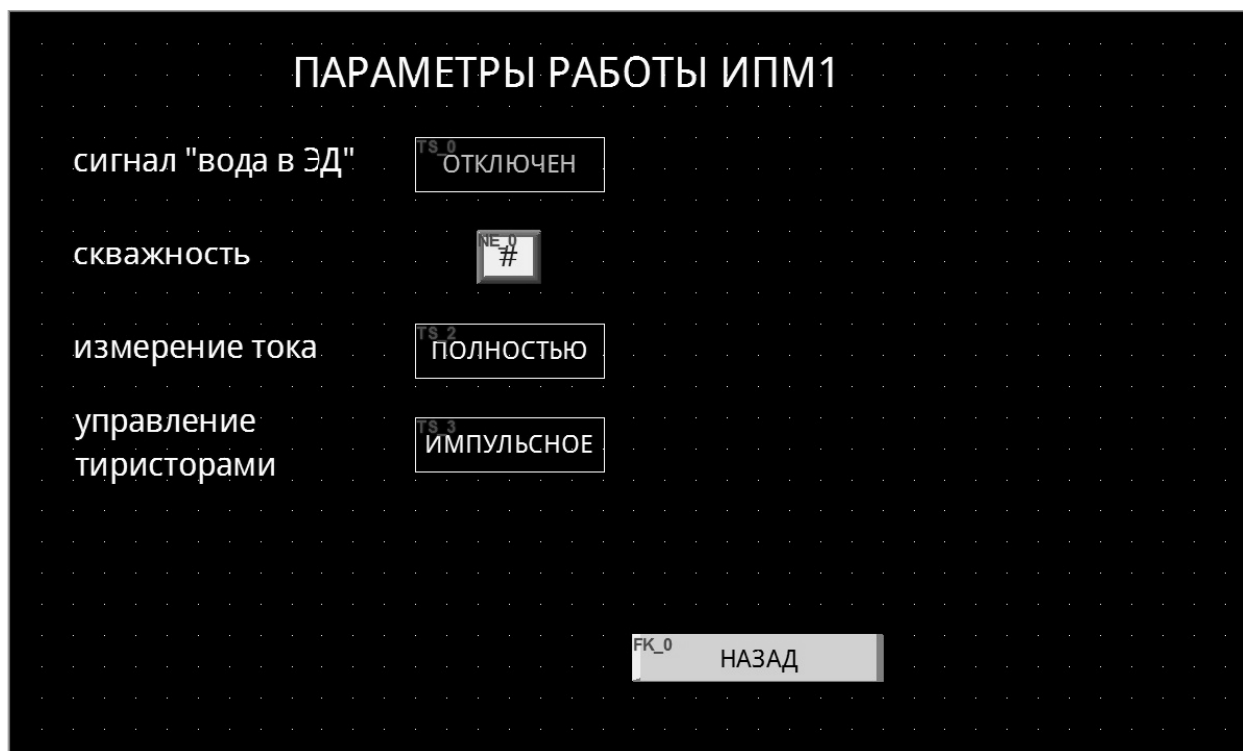

Рисунок 5. Параметры работы ИПМ1.
3.9. При нажатии на кнопку «Параметры работы» появляется следующее меню см. рис. 5.